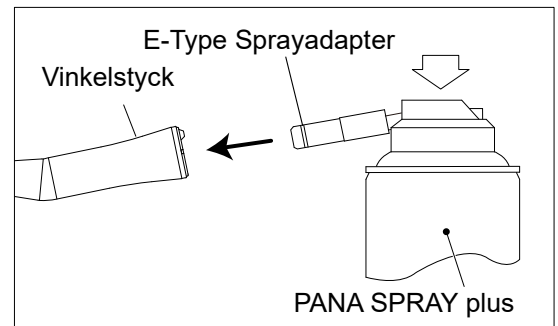

Fig. 14
- 1) Bekräfta att markeringarna på huvudet och skaftet är justerade och att de är låsta. (Fig. 14)